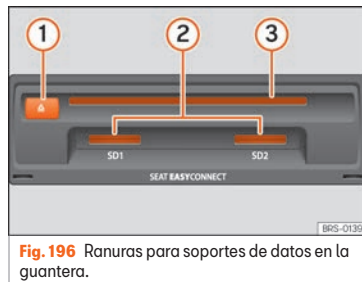

Fig. 196 Ranuras para soportes de datos en la guantera.
- Inserte un CD en la ranura »» fig. 196 ③ hasta que el equipo lo introduzca automáticamente.
Introducir la tarjeta de memoria compatible con la esquina recortada primero y con la rotulación hacia arriba (contactos hacia abajo), en la ranura »» fig. 196 (2), hasta que encastre.